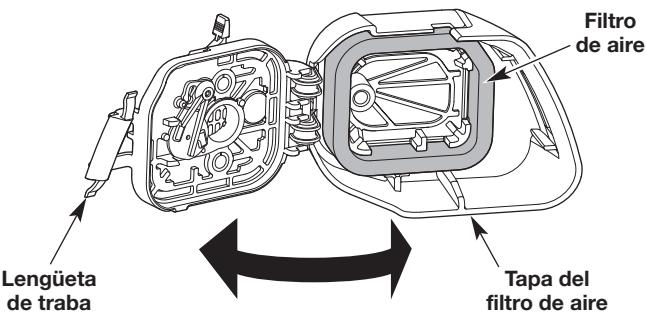

Fig. 18
1. Abra la tapa del filtro de aire. Presione la lengüeta de traba hacia adentro y gire la tapa del filtro de aire hacia la derecha (Fig. 18).
2. Saque el filtro de aire del interior de la tapa (Fig. 18).
6. Vuelva a poner el filtro dentro de la tapa del filtro de aire (Fig. 18).
7. Cierre la tapa del filtro de aire. Gire la tapa del filtro de aire hacia la izquierda y presiónela hasta que la lengüeta de traba encaje en su lugar (Fig. 18).